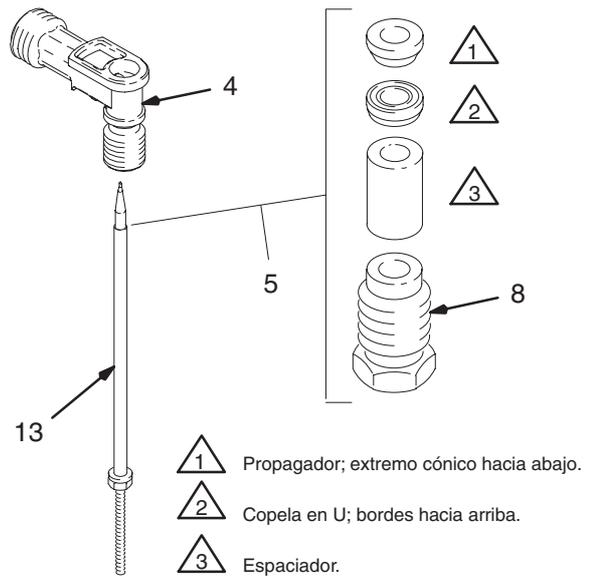

Fig. 27
Vea en la Fig. 27 la orientación de las piezas.
11. Coloque las nuevas empaquetaduras de fluido (5) y el tornillo prensaestopas (8) en la aguja (13). Vea la Fig. 27, en la página 20, para la orientación de las piezas.
12. Introduzca la aguja de fluido (13) en la parte trasera del separador (4) para instalar las empaquetaduras de fluido (5).
13. Apriete el tornillo prensaestopas (8) sólo lo suficiente como para sujetar las empaquetaduras (5) en su alojamiento (4). La aguja (13) deberá moverse libremente. Retire la aguja.
14. Desenrosque el conjunto de la válvula de ajuste del chorro (25).